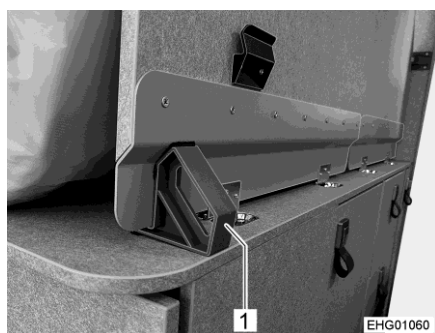

Fig. 55 Cuña de seguridad
Montar la cama: ■ Tirar de la cuña de seguridad (Fig. 55,1) hacia un lado.
- Introducir la cuña de seguridad (Fig. 55,1).